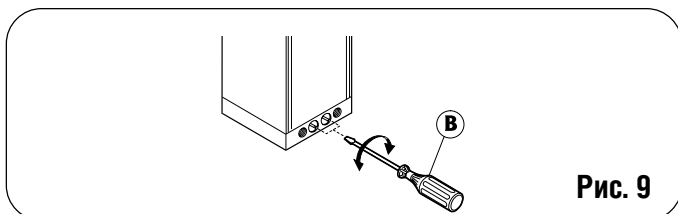

Рис. 9
- 4) Снимите и сохраняйте вентиляционный винт, как показано на рис.9, сноска A.
Для регулировки передаваемой от гидравлической системы мощности поверните два байпасных винта (рис.9 , сноска В).